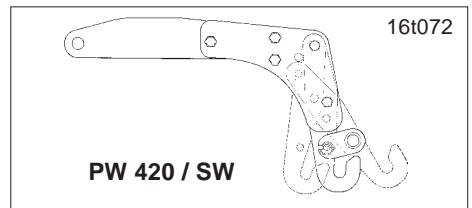
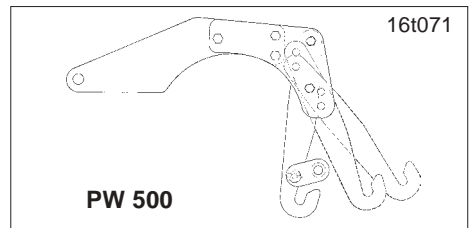
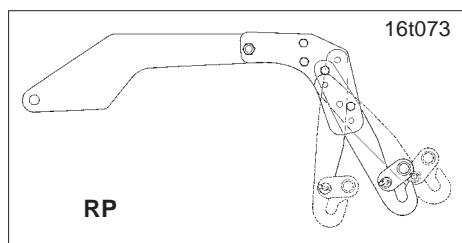

Fig. 12.7
Fig. 12.8
Fig. 12.10
- 1) Einstellmöglichkeiten für Kombinationen mit Packerwalze PW 420 und Stützwalzen SW nach Fig. 12.7.
- 2) Einstellmöglichkeiten für Kombinationen mit Packerwalze PW 500 nach Fig. 12.8.
- 3) Einstellmöglichkeiten für Kombinationen mit Reifenpackerwalze nach Fig. 12.10.
Die Abbildungen (Fig. 12.7, Fig. 12.8 und Fig. 12.10) zeigen nicht alle Einstellmöglichkeiten.